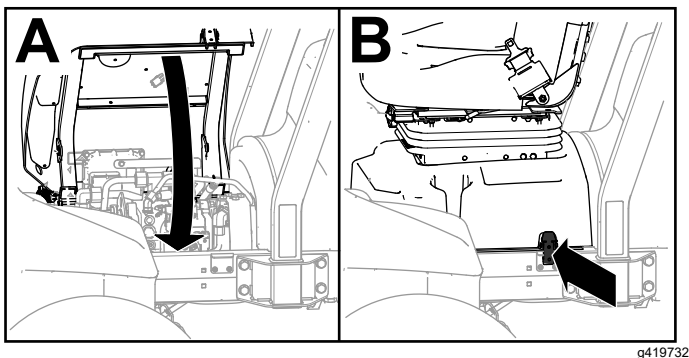

Figura 136
4. Gire el asiento y la base del asiento a la posición de cerrado y enganche la base (**Figura 136**).